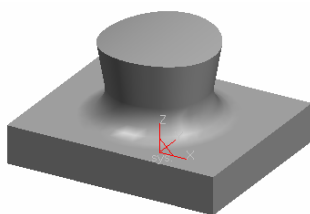

图 8-254 删除后模型
2) 选择曲面和圆弧，按 Delete 键删除，如图 8-254 所示。